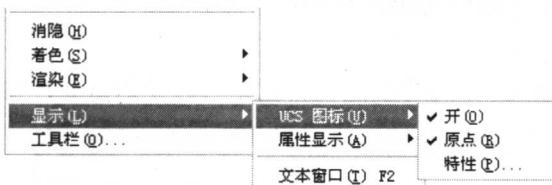

图 1-2 菜单示例
- ※ 有的命令还有复选性质，当该选项处于选中状态时，前面会显示一个“√”标志；而取消选中该选项之后，该标志就会消失。在如图 1-2 所示的菜单命令中几乎包含了前面所介绍的几种情况。